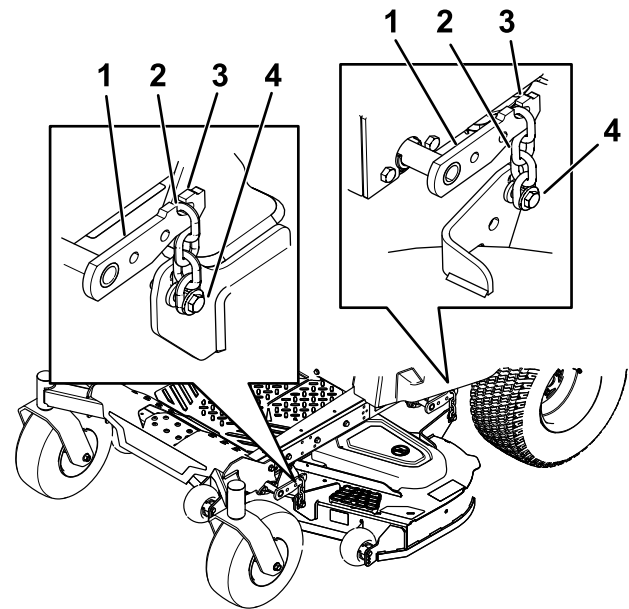

Bild 74
5. Lösen Sie die Einstellschrauben an allen vier Ecken, sodass das Mähwerk sicher auf allen vier Blöcken sitzt (Bild 74).
6. Stellen Sie sicher, dass alle vier Ketten gespannt sind (Bild 74).
7. Ziehen Sie die vier Einstellschrauben an (Bild 74).